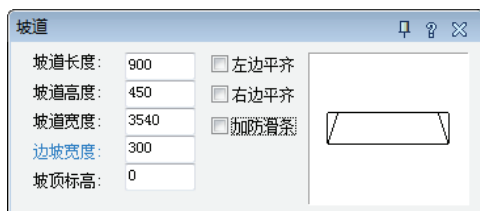

图 13-54 “坡道”对话框
- 7) 调用“坡道”命令，在弹出的“坡道”对话框中设置参数，如图 13-54 所示。